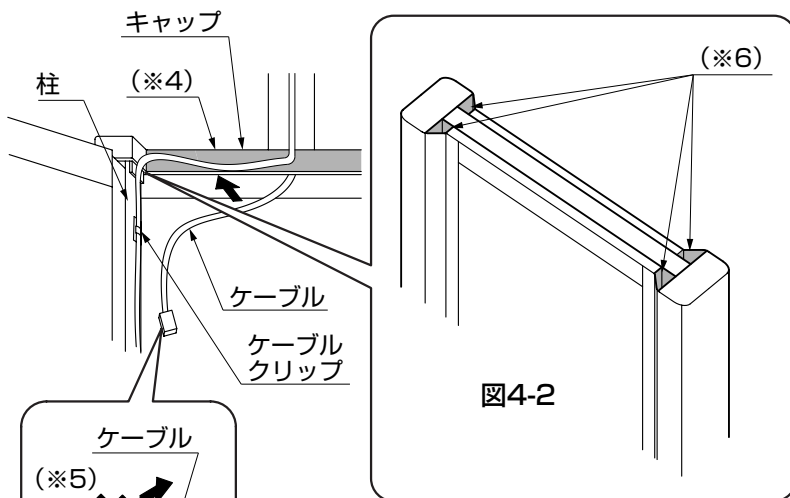

図4-2
- 扉を閉めたときに、ケーブルが通る部分(※6)は図4-2のようになります。
⑧本体に本体上部パッキンを貼り付けてください。(※7)